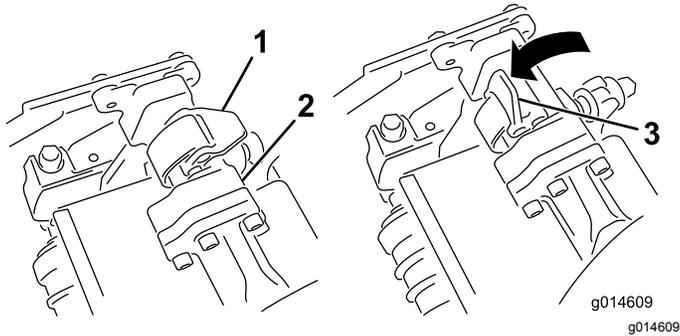
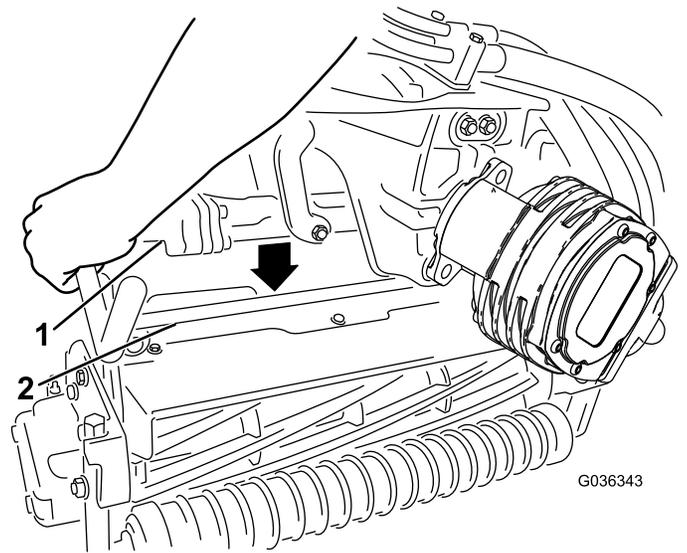

Figura 31
Figura 32
4. Con los enganches del brazo de suspensión orientados hacia arriba (es decir, abiertos (Figura 31), empuje hacia abajo el brazo de suspensión de modo que la barra encaje en la barra situada en la parte superior de la unidad de corte (Figura 32).
5. Presione los enganches hacia abajo alrededor de la barra de la unidad de corte y bloquéelas (Figura 31).
5. Abra los enganches de la barra del brazo de suspensión de la unidad de corte que está retirando (Figura 31).